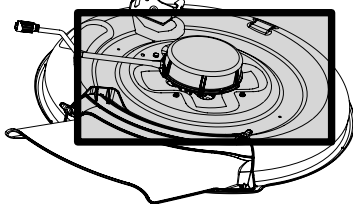

Figura 15
- Limpie la parte superior de la plataforma del cortadora de césped. Consulte la Figura 15.